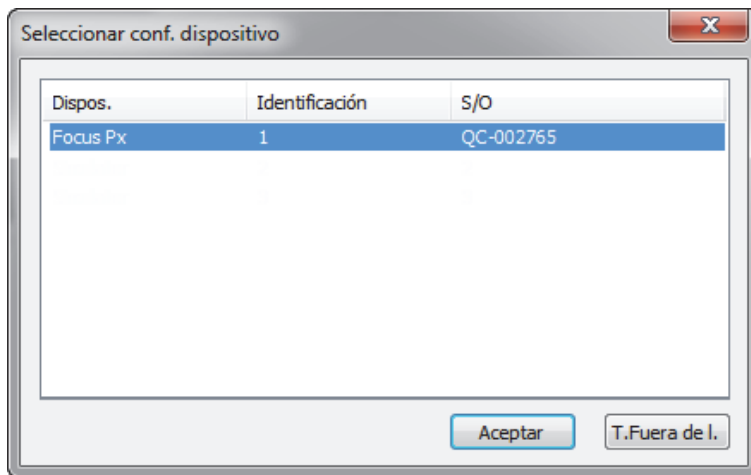

Figura 1-28 Ejemplo del cuadro de diálogo Seleccionar conf. dispositivo
6. Al iniciar el modo de **Inspección**, el cuadro de diálogo **Seleccionar config. de dispositivo** aparece (ver Figura 1-28 en la página 47). En dicho cuadro de diálogo, efectúe uno de los siguientes pasos: